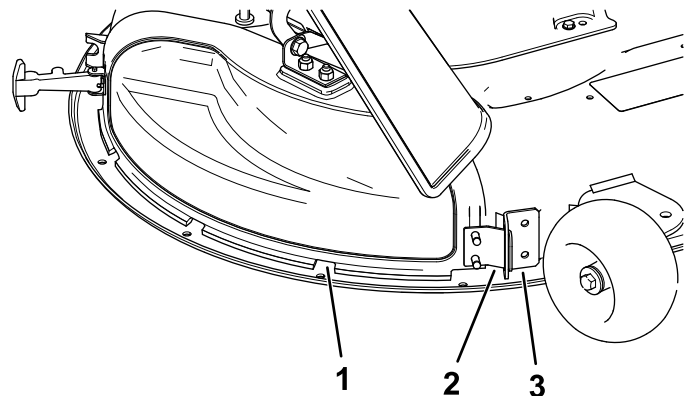

Bild 12
5. Winkeln Sie die Metallnase an der Auswurfkanalabdeckung aus dem Schlitz in der Halterung ab, die am Mähwerk angeschweißt ist (Bild 12).